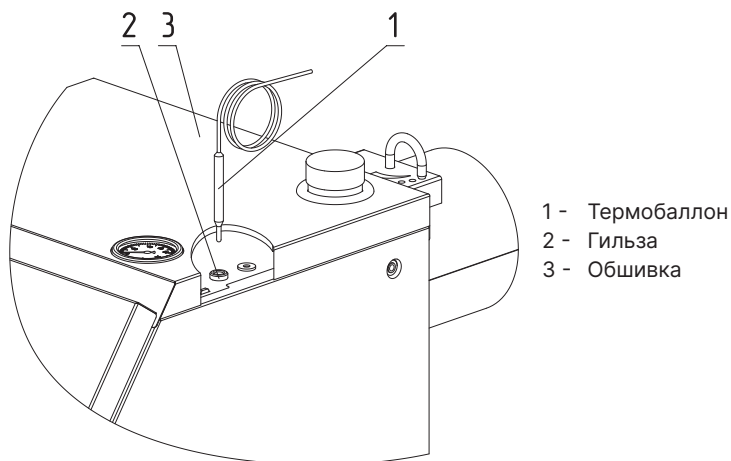

Рис. 7 Установка термобаллона в котлах Тополь-М
- Термобаллон (**Рис. 7, поз. 1**) газогорелочного устройства устанавливается в гильзу (**Рис. 7, поз. 2**);